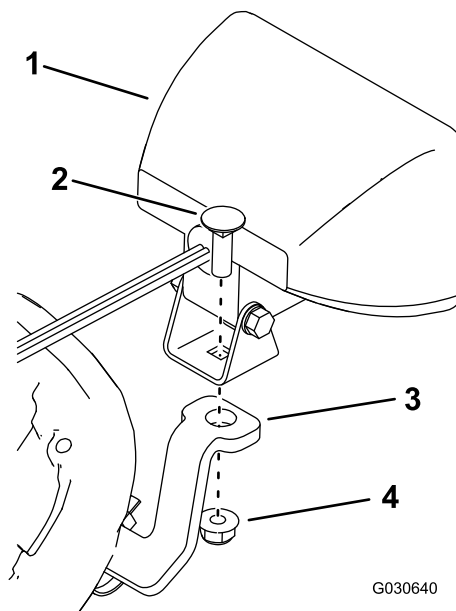

Figura 1
4. Retire el perno de cuello cuadrado, la tuerca y la lámpara existentes del soporte (Figura 1).